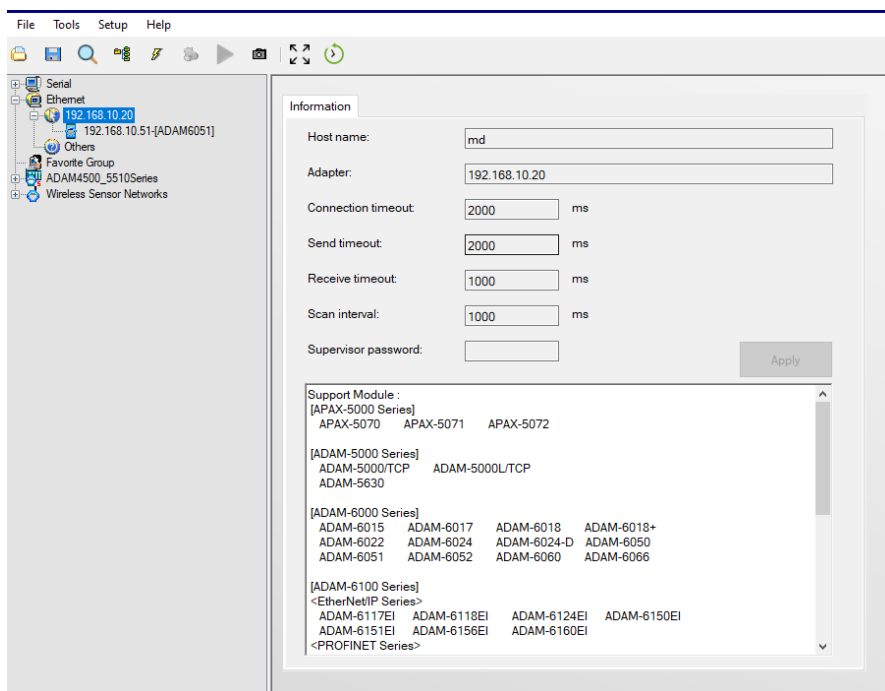

Рис. 3.8. Вікно тестової програми ADAM APAX Utility з виведеною IP-адресою адаптера – 192.168.10.20 та IP-адресою модуля ADAM-6051 – 192.168.10.51
3.3.4. Натиснути на поле IP-адреси адаптера – 192.168.10.20, після чого з'явиться зображення IP-адреси модуля ADAM-6051 – 192.168.10.51 (рис. 3.8).